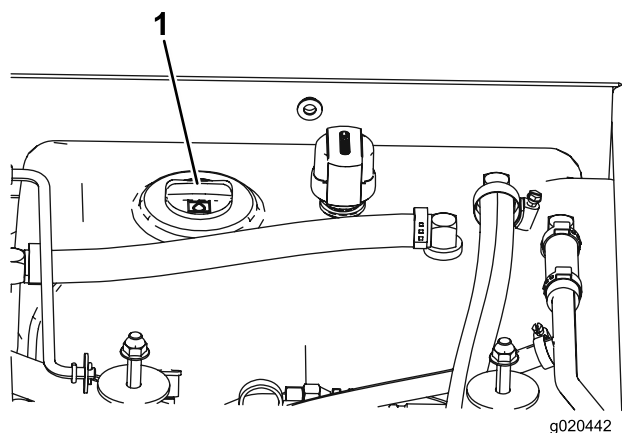

Figura 13
3. Pulite attorno al collo del bocchettone e del tappo del serbatoio idraulico (Figura 13). Togliete il tappo dal collo del bocchettone.